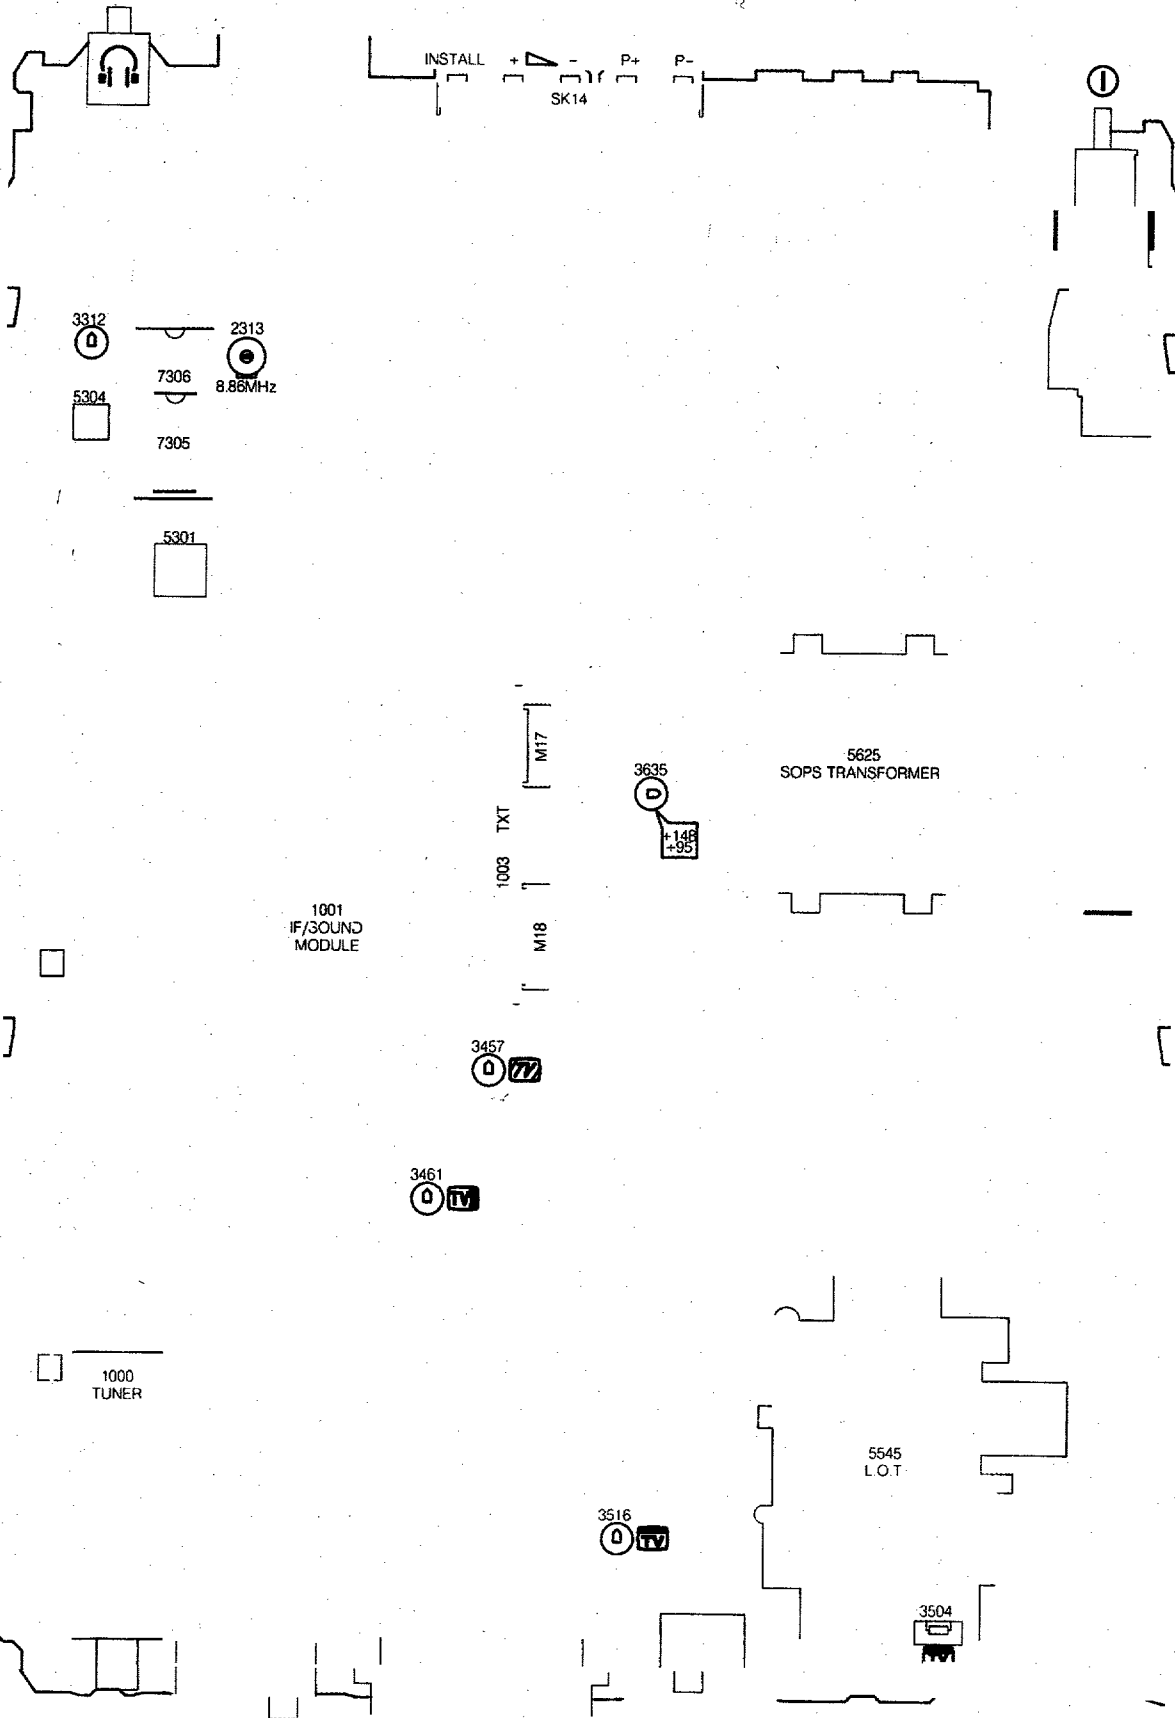

Fig. 7.1
1. Abgleicharbeiten auf der Trägerplatine (Abb. 7.1)